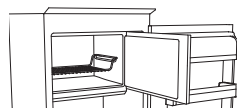
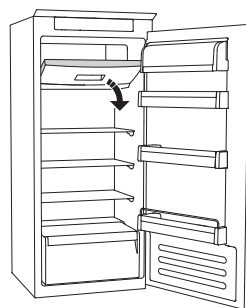

图1
图2
- 如有搁架，将食物置于搁架上（图1），或直接放于冷冻室的底部（图2）
- 将食物放于 **※※※** 冷冻室中部，勿使其接触已经冷冻的食物，保持大约20毫米的距离（图1和图2）。
“止霜系统”（依型号而定）有助于冷冻室的除霜。“止霜”配件（图1）用于收集冷冻室内形成的一部分霜，可轻松取出和清洁，因此减少了为冷冻室内除霜所需的时间。
- 打开冷冻室的门，取出上部的抽屉（图2）。